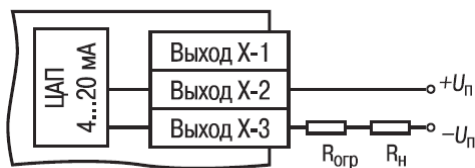

Рисунок 20
8.3.2.1. ЦАП 4...20 мА (маркировка И). Схему подключения см. рис. 20).